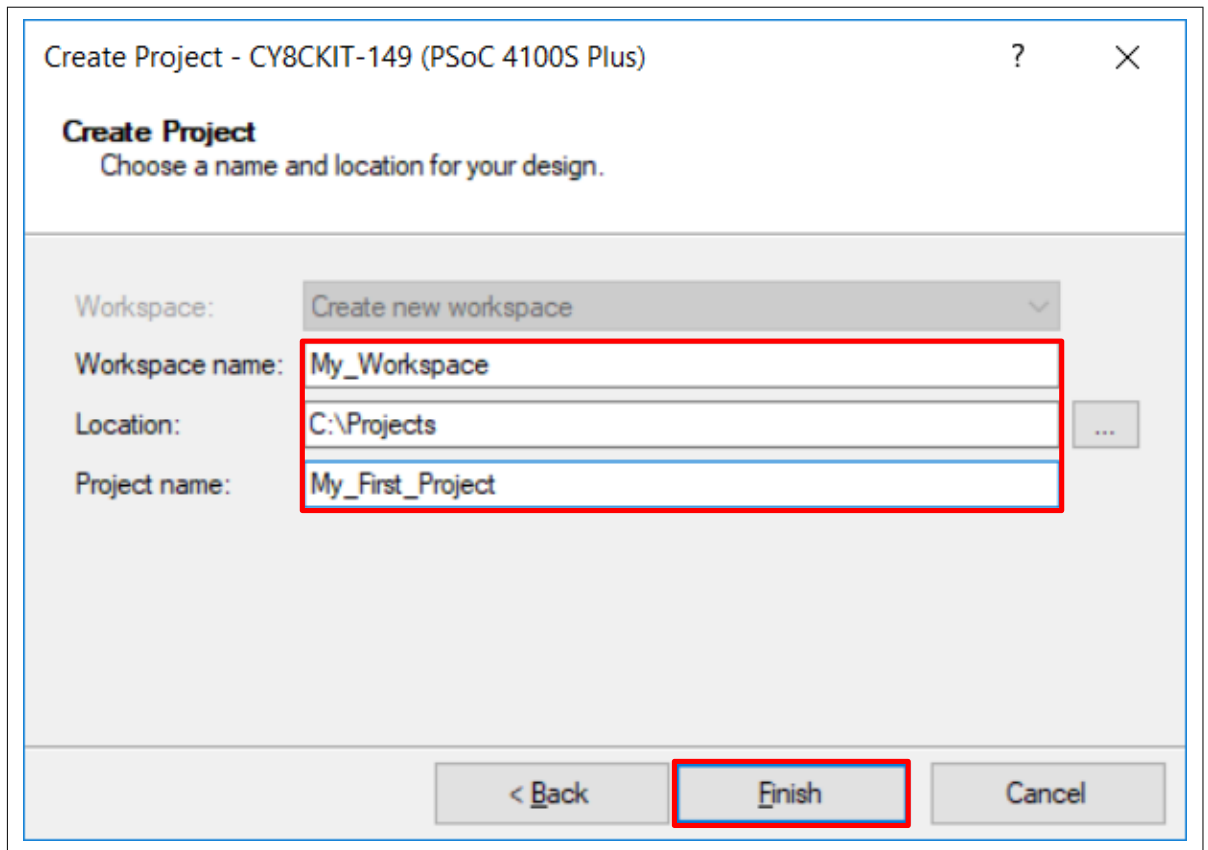

図 36 プロジェクト名と場所の選択
4. 図 36 に示すように、プロジェクト名 (例えば「My_First_Project」) およびワークスペース名をつけてください。新規プロジェクトに適切な場所を選択して、**Finish** をクリックしてください。